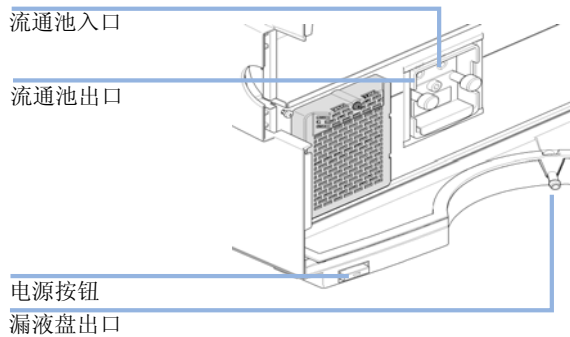

图 5 VWD 模块的连接
- 9 将带接头的废液管（附件工具包组件）连接到流通池出口，另一端连接到适当的溶剂废液容器（请参见“第 40 页的图 5”）。
- 10 将波纹废液管（附件工具包组件）连至 VWD 漏液盘出口接头，并将其导入合适的废液容器（请参见“第 40 页的图 5”）。
- 13 确认模块（请参见“第 40 页的图 5”）前面板上的电源按钮处于待机状态。然后将电源线与 Agilent 1220 Infinity LC 及输电线相连。